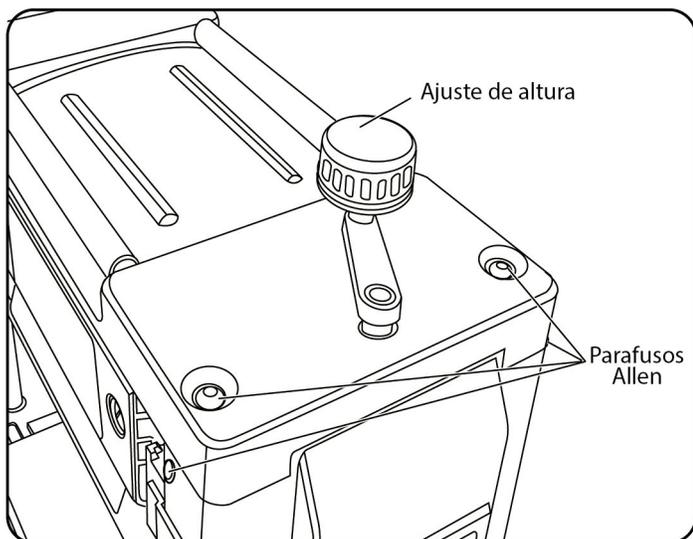
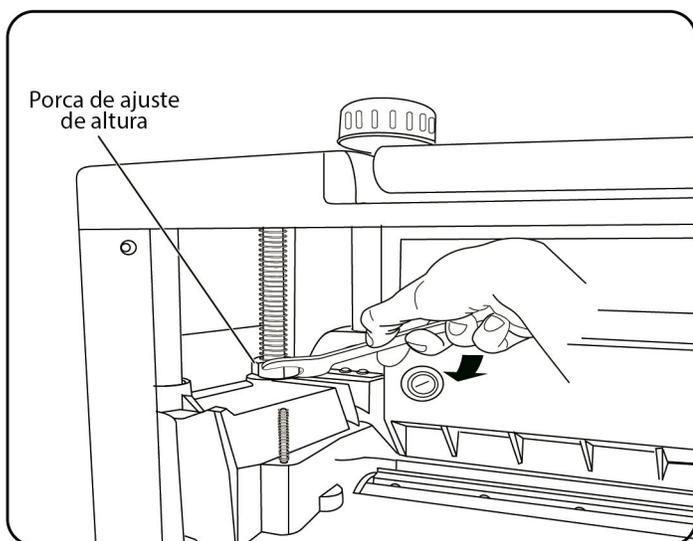

Fig.14
Fig.15
- Remova a manivela de ajuste de altura e a tampa superior e lateral removendo os parafusos Allen (Fig. 14) para expor a porca de bloqueio de ajuste de altura. (Fig. 15).
- Quando for atingido o ajuste de altura desejado, aperte a porca. (Fig. 15).